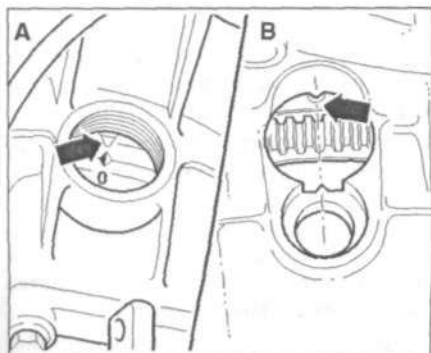

Рис. 6.3. Совместите метки ВМТ поршня цилиндра №1 на коленчатом валу:
4. Совместите метки ВМТ поршня цилиндра №1 на коленчатом валу: **А** – Двигатели АЕУ, АНВ, АКВ, **В** – Двигатели АFN, АНУ, АLE (рис. 6.3).